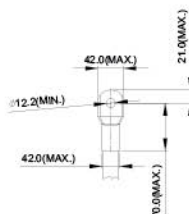

Рисунок 3
5. На рис. 3 и Рис. 4 дана спецификация термоусадочной трубки в соответствии с UL (600С, YDPU2).